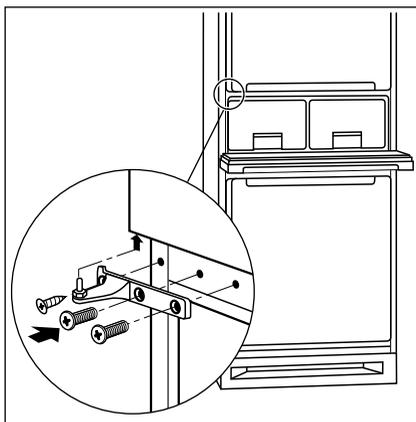

**Fig. 8**
- ❑ Svitare il perno dalla cerniera inferiore della porta dello scomparto refrigerante e riavvitarlo dalla parte opposta (**Fig. 8**).